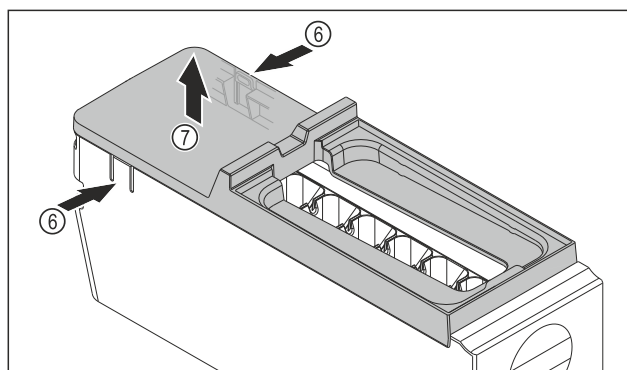

Fig. 144
- Odstráňte kryt korpusu EasyTwist-Ice: strmene Fig. 144 (6) na oboch stranách korpusu EasyTwist-Ice zatlačte rukou.
- Kryt Fig. 144 (7) odoberte druhou rukou smerom nahor.